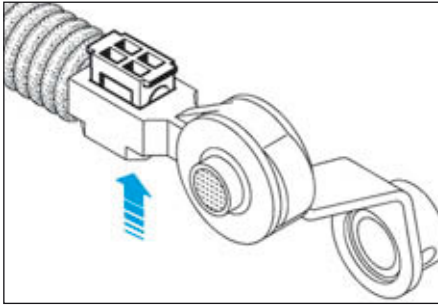

FIG.54
- Déverrouiller le clip jaune de la rotule de sélection de vitesses (Fig.54).